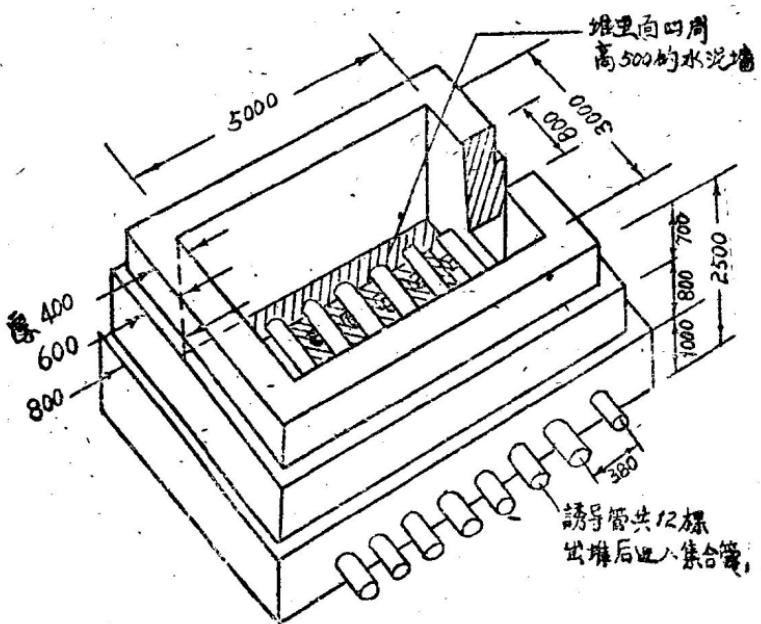

图2 用黄泥筑成的干馏堆
1. 干馏堆 干馏堆为四方形(图2)，可用普通粘土砖砌
① 假定吸收剂用滷水。